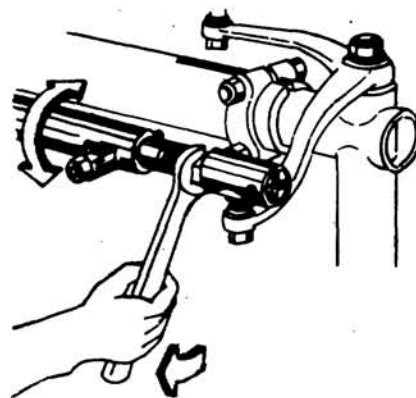

Fig. 4
- ___ b Gire la barra de dirección para atornillarla o desatornillarla de su extremo (fig. 4), hasta obtener la medida indicada por el fabricante del tractor.